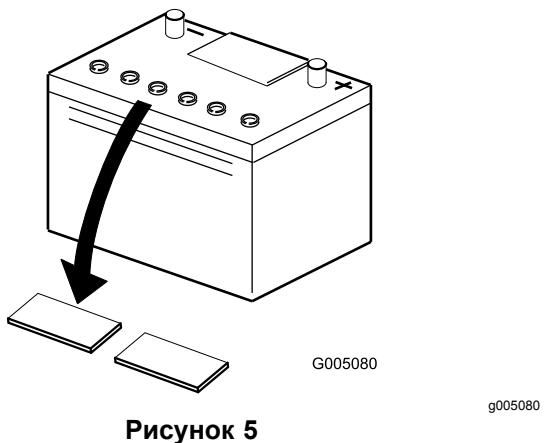

Рисунок 5
- Очистите поверхность аккумулятора и снимите вентиляционные пробки (Рисунок 5).